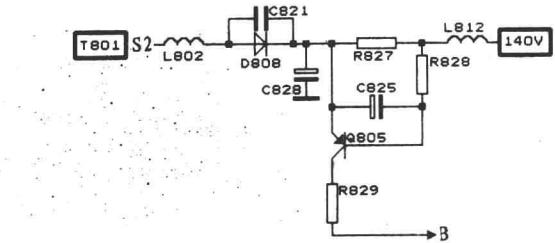

图 5
5. 140V 过流保护: +B140V 过流保护电器原理见图 5。正常时, R827 两端压降很小, Q806 截止。一旦负载电流增大, R827 上压降随之增大, 同时给 C825 充电, 当 $V_{c825} \approx 0.7V$, Q806 导通, 140V 电压经 R829、R568 分压, 使中心检测点 ⑧ 出现高电位, Q554 导通, 复合保护电路激活, 电路设定至备用状态。